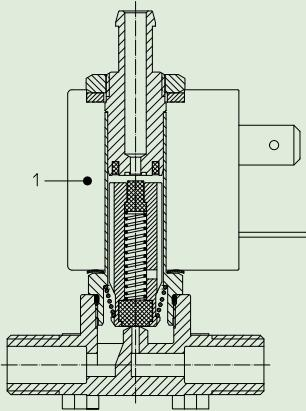

Fig. 1
**Ankerführungsrohr (fig.1)**
**Phasenverschiebung (fig.1)**